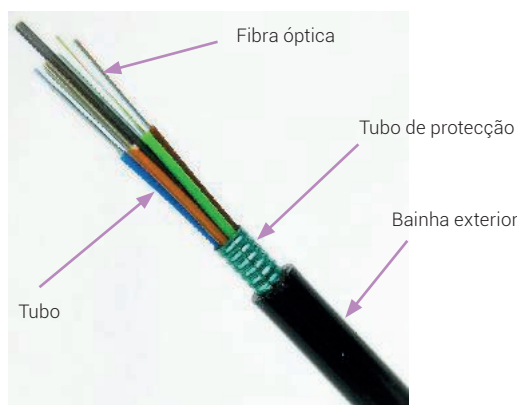

Figura 17. Cabo de fibra óptica.
- Cabos de **fibra óptica monomodo ou multimodo** com *tubo de protecção IP 67*¹¹ (Figura 17).